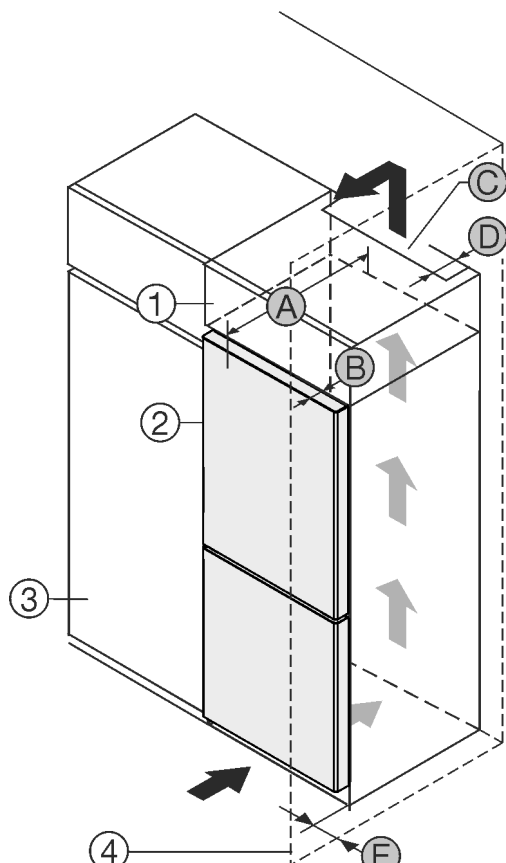

Fig. 1
Uređaj se može postaviti direktno uz kuhinjski element Fig. 1 (3).\*
Na stražnjoj strani visećeg ormara treba postojati otvor za odzračivanje dubine Fig. 1 (D) po cijeloj širini visećeg ormara.
Ispod stropa prostorije treba poštovati ventilacijski presjek Fig. 1 (C).
Kada se uređaj postavlja s okovima pored zida Fig. 1 (4), razmak između uređaja i zida mora iznositi najmanje 40 mm. To odgovara stajanju ručice kod otvorenih vrata.
Kako biste vrata mogli potpuno otvoriti, uređaj mora biti za dubinu vrata Fig. 1 (B) ispred u odnosu na prednjicu kuhinjskog elementa. Ovisno o dubini kuhinjskih elemenata Fig. 1 (3) i uporabi zidnih odstoynika, uređaj može i dalje stršati.\*
Kako biste vrata mogli potpuno otvoriti, uređaj mora biti za dubinu vrata (B) ispred u odnosu na prednjicu kuhinjskog elementa. Ovisno o dubini kuhinjskih elemenata Fig. 1 (3) i uporabi zidnih odstoynika, uređaj može i dalje stršati.\*